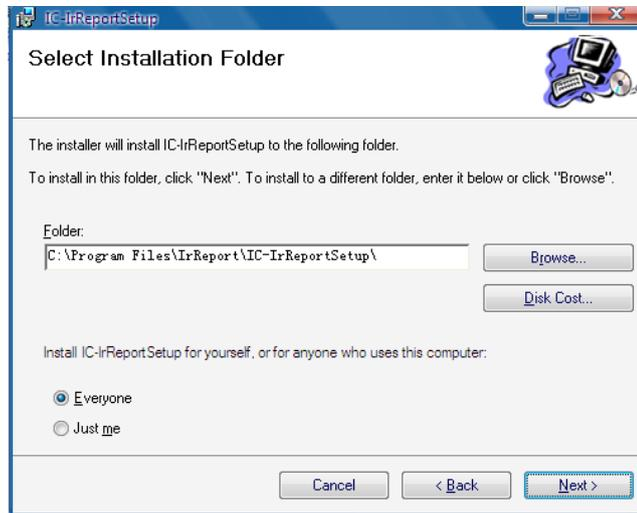

Abb. 1.2.3
- Wählen Sie per Klick auf Durchsuchen... (Browse...) die Festplatte und den Dateipfad für die Installation aus oder nutzen Sie die Voreinstellungen (siehe Abb. 1.2.3);